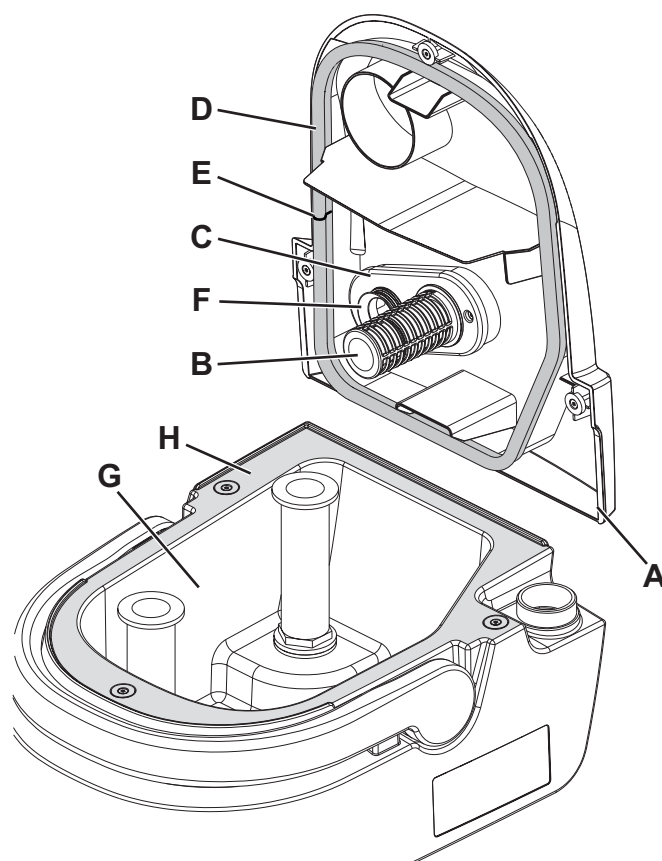

Рис. 11
1. С помощью ручки (15) поднимите контейнер с бачками (13) с корпуса машины.
2. Снимите крышку (А, Рис. 11) и вымойте ее горячей водой.
5. Проверьте, цела ли прокладка крышки бачка с восстанавливающей водой (D).